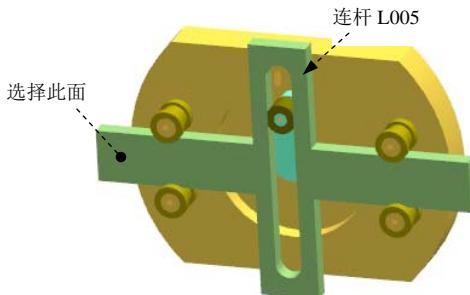

图 10.1.17 定义参照对象
(1) 选择命令。选择下拉菜单 **插入(S)** →  标记(E)... 命令，系统弹出“标记”对话框。
(2) 在系统 **选择连杆来定义标记位置** 的提示下，选择图 10.1.17 所示的连杆 L005，在 **\*指定点** 右侧的下拉列表中选择  选项，然后选择图 10.1.17 所示的面；单击 **\*指定 CSYS** 右侧的“CSYS 对话框”按钮 ，在系统弹出的“CSYS”对话框 **类型** 下拉列表中选择  动态 选项，单击 **确定** 按钮。
(3) 采用系统默认的显示比例和名称，单击 **确定** 按钮，完成标记的创建。